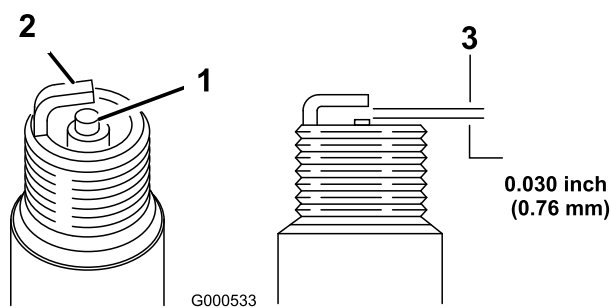

Рисунок 31
8. Установите в свече зазор, равный 0,76 мм (Рисунок 31).